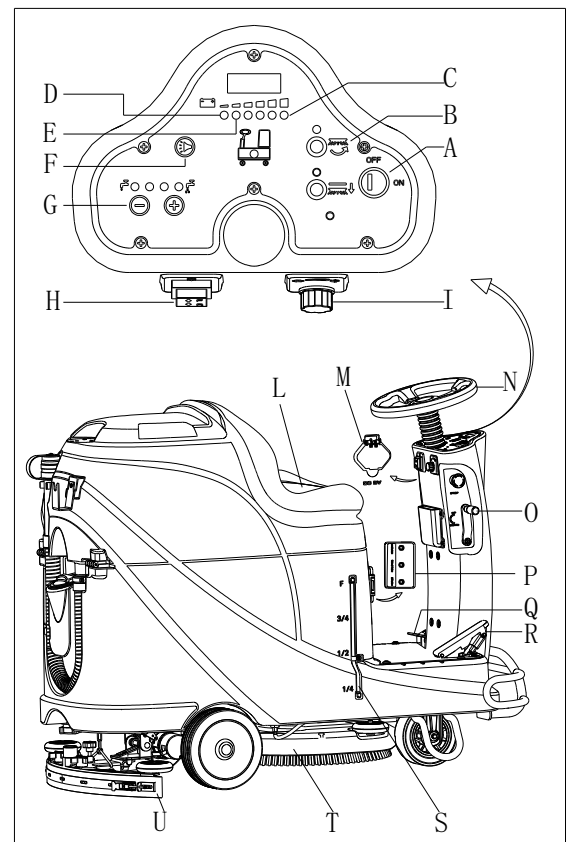

Figura 10
2. Sente-se no assento (L, Figura 10), insira o interruptor de chave (A) e defina-o para "ON". Se a luz verde (C) estiver ligada, as baterias estão completamente carregadas. Se a luz amarela (E) ou vermelha (D) estiver ligada, as baterias devem ser carregadas antes da operação. [Consulte os capítulos de MANUTENÇÃO para o carregamento da bateria]
11. Solte o pedal de aceleração (R, Figura 10) para a máquina parar de funcionar.
12. Pressione o botão da escova (B) para parar o motor da escova.
13. Levante a montagem da escova (T) soltando o pedal (Q).
14. Levante a montagem do squeegee (U) levantando/baixando a alavanca (O), e, uns segundos mais tarde, o sistema de vácuo será fechado.